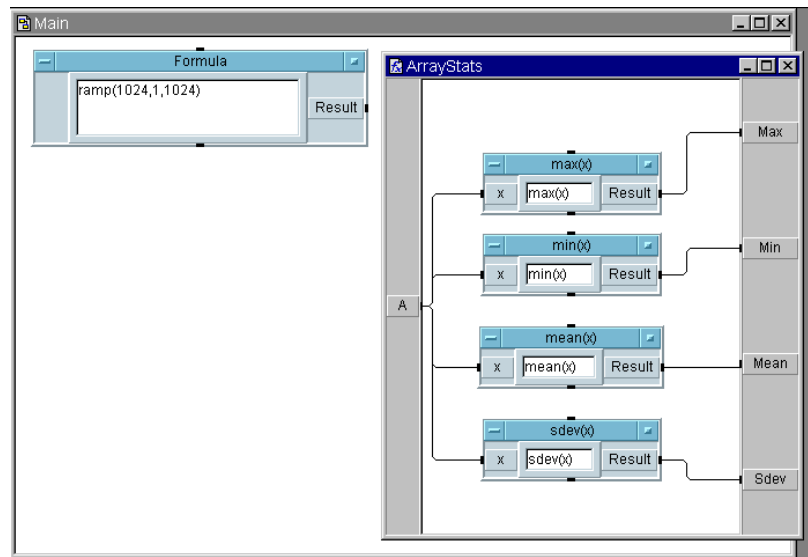

図 7-1. メイン・ウィンドウと ArrayStats ウィンドウ
- d. それらを ArrayStats 内に配置し、データ入力を A に接続し、データ出力を一致する出力端子に接続します。[ArrayStats] ウィンドウのサイズを小さくして、メインと ArrayStats の両方のウィンドウが見えるようにします。図 7-1 を参照してください。